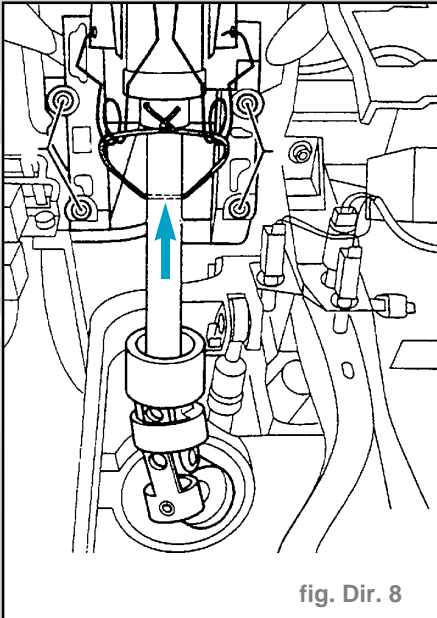

fig. Dir. 8
- Faire passer un fil de fer à travers l'alésage dans la partie inférieure de la colonne de direction (flèche) et le ressort (fig. Dir. 8).
- Dévisser les vis à six pans creux (1) de la colonne de direction et retirer la colonne de direction (fig. Dir. 8).
- Présenter la colonne de direction sur la traverse avec les 4 vis à six pans creux (1) (fig. Dir. 8).
- Serrer les vis à six pans creux (1) de la colonne de direction à 2,5 daN.m (fig. Dir. 8).